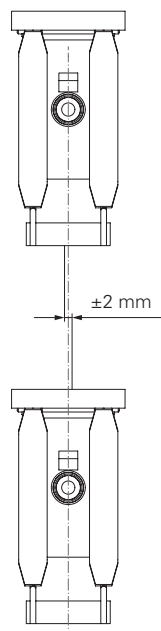

Fig. A3.30
- Dispositivo di sospensione-2 I: ± 2 mm (Fig. A3.30)